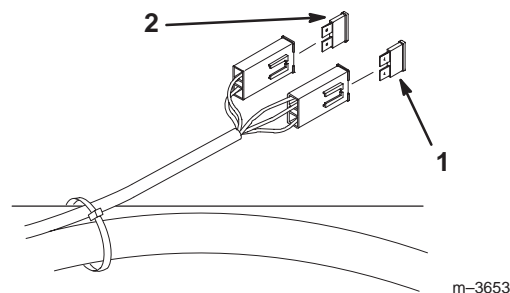

Figure 62
1. Déverrouillez et soulevez le siège pour accéder au porte-fusibles (Fig. 62).
3. Remplacez le fusible (Fig. 62).